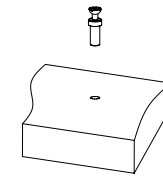

Рис.3
- Вкрутить шпильки рафиксов в соответствующие плоскостные отверстия фасадной планки 13, опор 5, 6, боковин 3, 4 (Рис. 3).